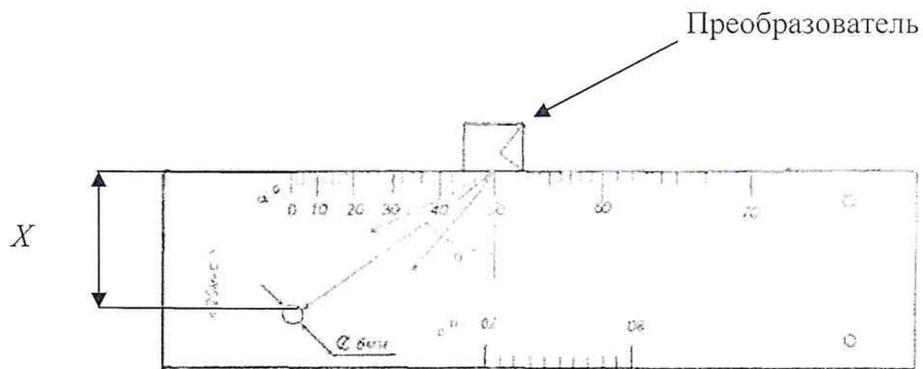

Рисунок 1
- выполнить измерения толщины выбранных мер, вычислить абсолютную погрешность измерений глубины залегания дефекта и толщины изделия по формуле (1);
- установить преобразователь, подключенный к электронному блоку на поверхность контрольного образца СО-2 (у отметки по шкале "α°" контрольного образца, соответствующей значению угла ввода преобразователя) и найти положение преобразователя на поверхности образца, соответствующее максимальной амплитуде эхо-сигнала от отражателя (рисунок 1);